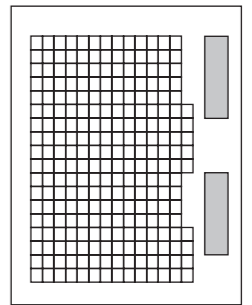

Fig. 3
- Le tableau de test pour le calibrage s'imprime (Fig.3).
- Ein Testdruck zur Kalibrierung wird ausgegeben (Fig.3).
- Se imprime la plantilla de prueba de la calibración (Fig.3).
- 输出校准用测试图 (Fig. 3)。